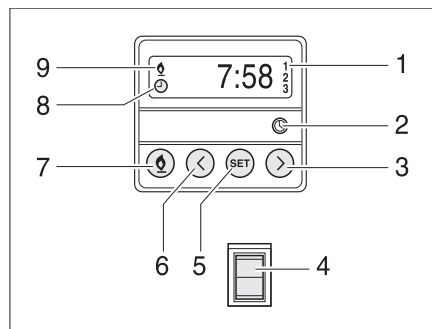

Bild 197 Bedieneinheit für Standheizung
- Manuell einschalten:* ■ Taste (Bild 197,7) drücken. Der Heizbetrieb wird durch das Symbol (Bild 197,9) angezeigt. Das Gebläse wird erst bei einer Kühlwassertemperatur von 30 °C zugeschaltet.
- Manuell ausschalten:* ■ Taste (Bild 197,7) drücken. Das Symbol (Bild 197,9) erlischt.
- Motorbeheizung zuschalten:* ■ Schalter (Bild 197,4) unten drücken. Motor wird vorgewärmt. Das Gebläse wird sofort zugeschaltet.
- Motorbeheizung abschalten:* ■ Schalter (Bild 197,4) oben drücken. Motor bleibt kalt.
- Uhrzeit einstellen:* ■ Taste (Bild 197,2) drücken. Die Uhrzeiteinstellung wird durch das Symbol (Bild 197,8) angezeigt.
■ Mit den Tasten (Bild 197,3 und 6) die Uhrzeit einstellen.
- Heizbeginn programmieren:* ■ Taste (Bild 197,5) drücken.
■ Innerhalb von 10 Sekunden mit den Tasten (Bild 197,3 und 6) die Einschaltzeit einstellen.
- Programmierte Einschaltzeit auswählen:* ■ Taste (Bild 197,5) so oft drücken, bis die gewünschte Programmnummer (Bild 197,1) im Display angezeigt wird.